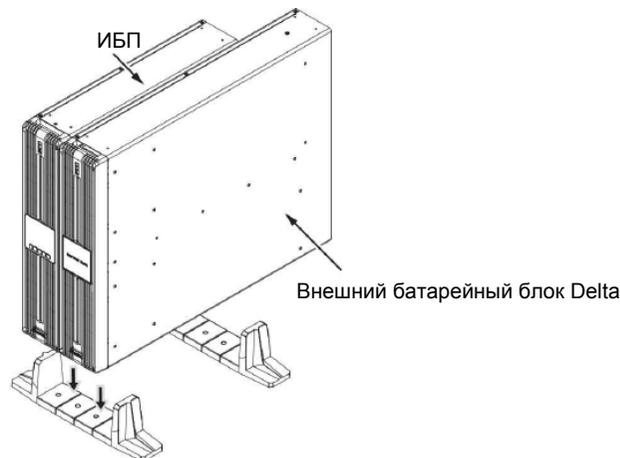

Рисунок 7. Установка внешнего батарейного блока Delta и ИБП на подставки для вертикальной установки
- 4) Поместите внешний батарейный блок Delta и ИБП на подставки для вертикальной установки. См. **Рисунок 7**.